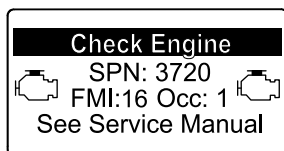

Bild 71
- Motorwarnung SPN 3720, FMI 16 (Bild 71)